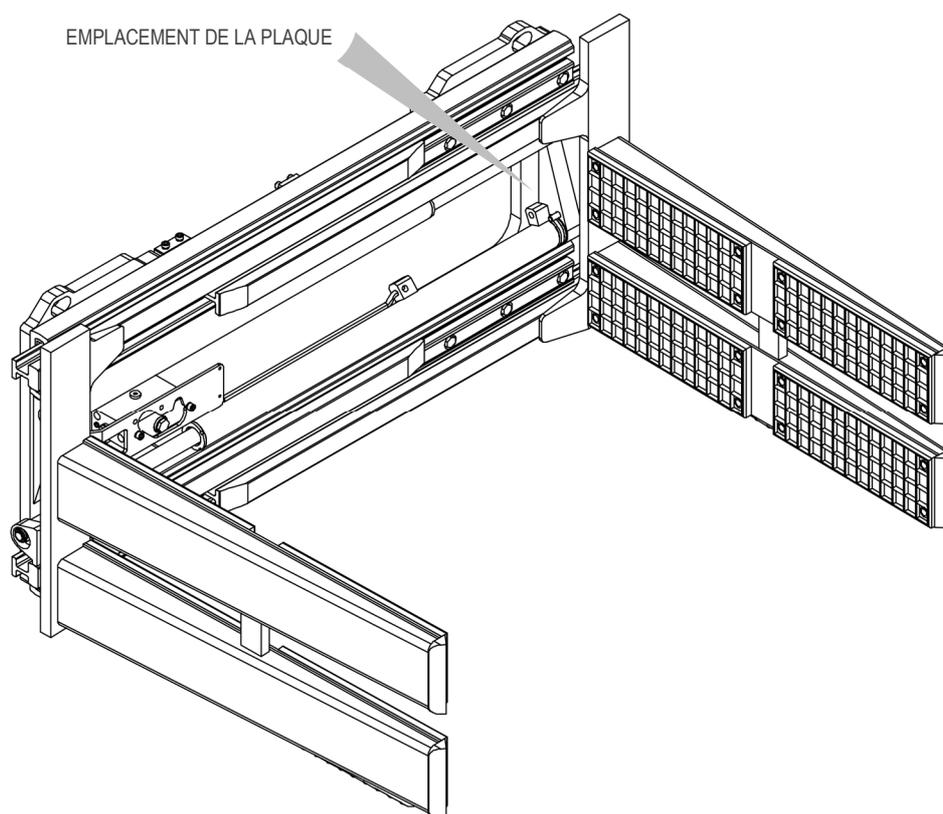

Figure 1
Tous les équipements A.T.I.B. - «PINCE AVEC MÂCHOIRES EN CAOUTCHOUC TYPE 474.137 | PINCE POUR BLOCS AVEC MÂCHOIRES AUTOÉQUILIBRANTES TYPE 474.141 » sont identifiées par une plaque adhésive (voir *Tableau 1*) placée sur l'équipement (voir *Figure 1*), toujours se référer au numéro de série.
5. Pour la manutention, des courroies ou des chaînes correctement dimensionnées par rapport au poids de l'équipement indiqué sur la plaque signalétique doivent être utilisées (voir *Figure 1* et *Tableau 1* à la page 7).
9. Connecter le circuit hydraulique, en s'assurant que la pression de service des tuyaux est supérieure ou égale à celle indiquée sur la plaque signalétique (voir *Figure 1* et le *Tableau 1* à la page 7).
6. Pour la manutention, des courroies ou des chaînes correctement dimensionnées par rapport au poids de l'équipement indiqué sur la plaque signalétique doivent être utilisées (voir Figure 1 et le Tableau 1 à la page 7).